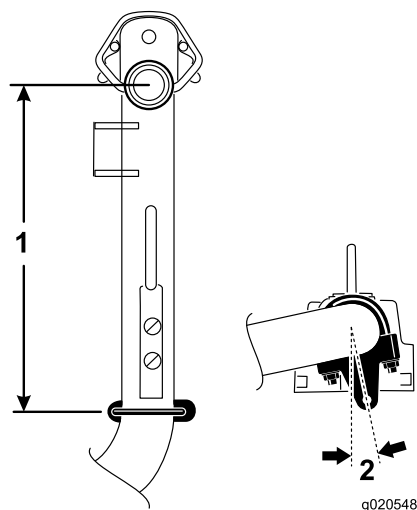

Bild 6
5. Positionieren Sie die Halterungen und U-Schrauben an den Hubarmen Nr. 6 und Nr. 7 36,8 cm hinter der Mittellinie des Kreuzgelenks (Bild 6).